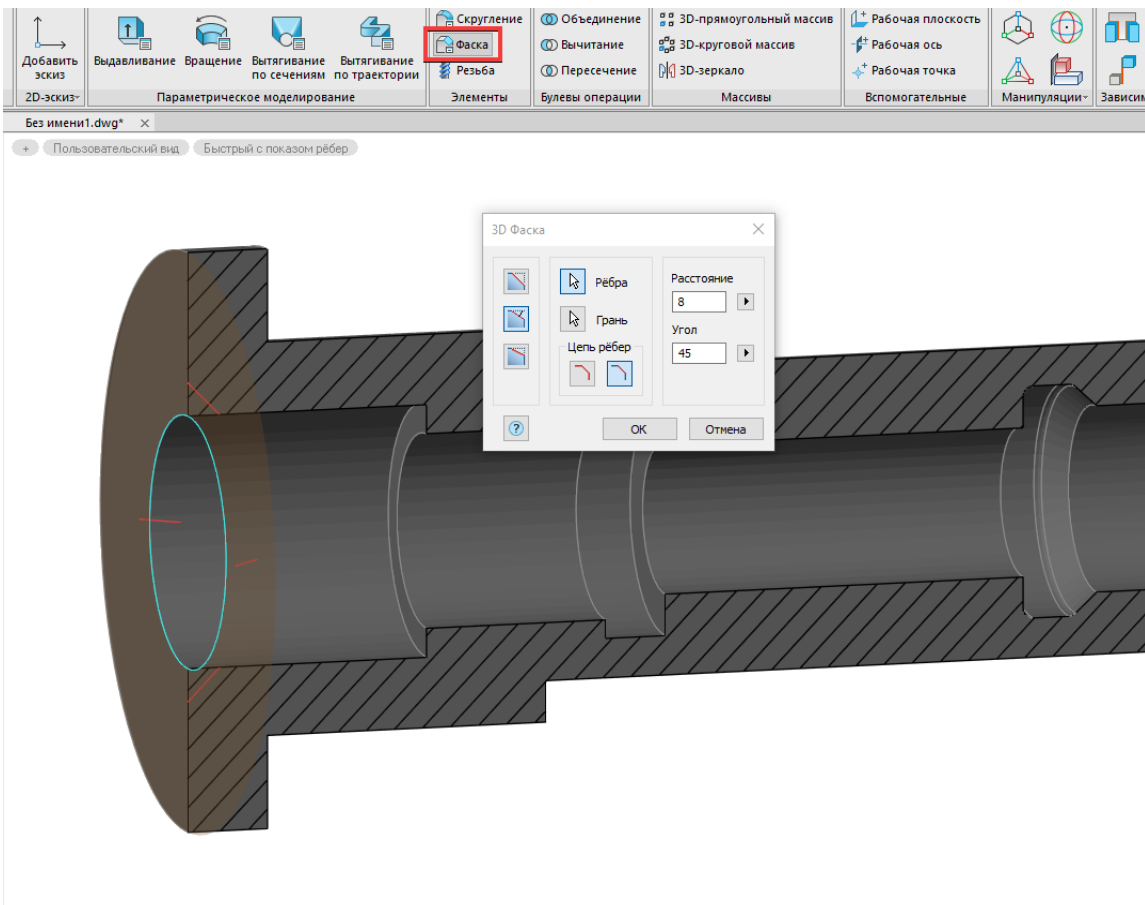

Рис. 20. Создание фаски
6.3. Активируйте команду *3D Фаска* и выберите опцию *Расстояние и угол для выбранной грани*. Введите значение, укажите грань, а затем ребро, на котором предполагается фаска (рис. 20). Подтвердите создание фаски.